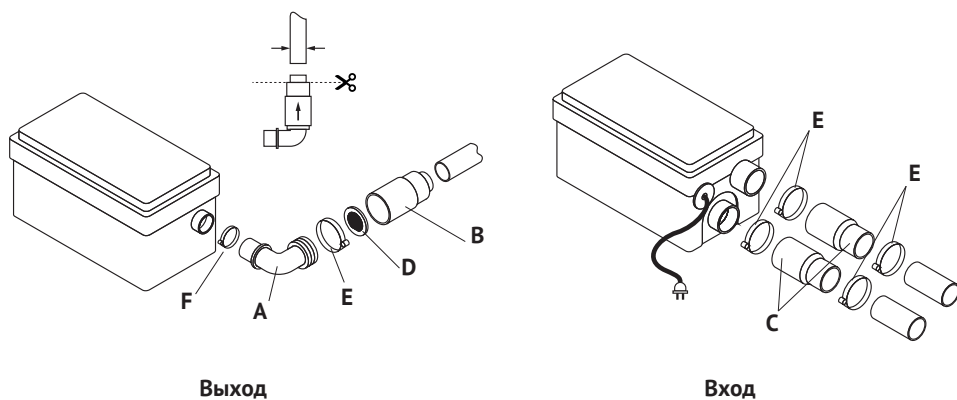

Рис. 4
Для присоединения к боковым входам насосной станции используйте патрубки (С) и хомуты (Е) (рис. 4). Неиспользуемый вход закройте пробкой-заглушкой (G). Для присоединения к общей канализации используйте угловой патрубок